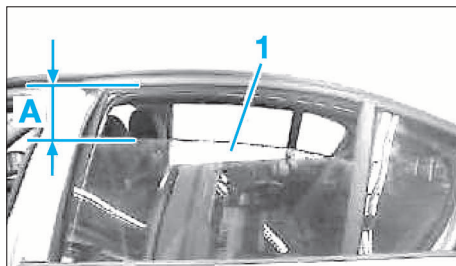

FIG. 65
- Ouvrir la vitre de porte AR (1) de 120 mm environ (A) (Fig.65).